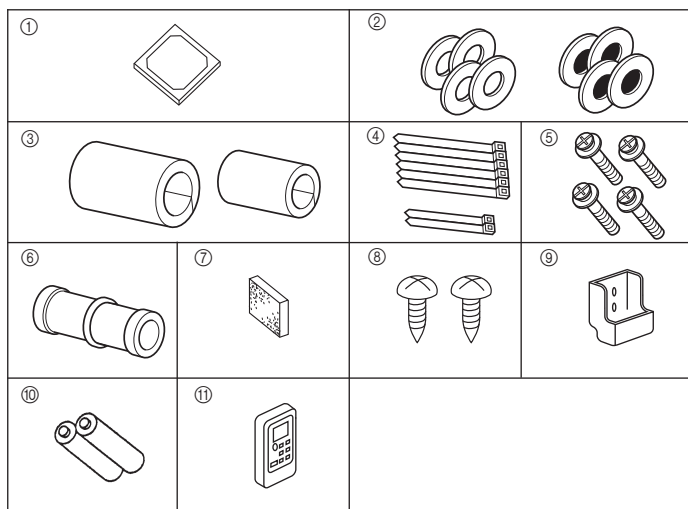

Fig. 4-1
4.1. Controleer de accessoires voor het binnenapparaat (Fig. 4-1)